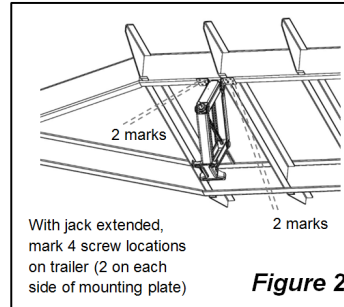

Figure 2
4. Using the pre-punched holes on the mounting plate as a template, mark 2 screw locations on each side of the jack, for a total of 4 screws per jack, as shown in **Figure 2**.
4. En utilisant les trous préperforés sur la plaque de montage comme point de référence, marquer deux endroits pour les vis de chaque côté du cric, pour un total de quatre vis par cric, comme le montre la **Figure 2**.